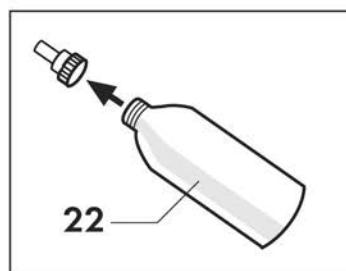

Fig. 2
Desaparafusar a tampa presente na garrafa (22) em dotação; encher a garrafa de preferência com água desmineralizada; fechar novamente a garrafa utilizando a tampa em dotação. **(Fig. 2)**